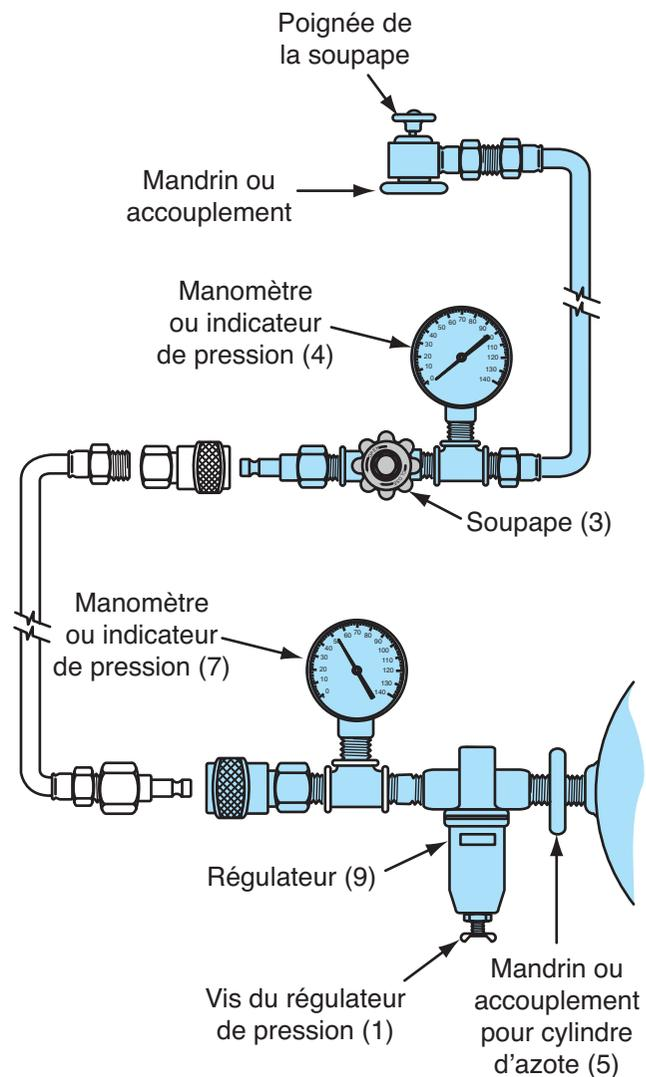

Figure 1-41 Matériel nécessaire pour la procédure de charge du système de freinage.
- Branchez le boyau approprié au cylindre d'azote à la soupape (3) (**figure 1-41**).
- Fermez la soupape (3) et ouvrez le cylindre d'azote. Réglez la vis (1) sur le régulateur (9) jusqu'à ce que la pression sur l'indicateur de pression (7) soit à la bonne pression de charge. *Note* : Compensez pour les variations de température ambiante.
- Ouvrez la soupape de l'accumulateur (3) et chargez l'accumulateur. Une fois la pression stabilisée dans l'accumulateur, fermez la soupape (3). La pression indiquée sur les indicateurs de pression (4) et (7) devrait être la même.
- Référez-vous à la figure 1-41 pour identifier l'équipement qui est nécessaire pour brancher le cylindre d'azote avec les indicateurs de pression et adaptateurs appropriés pour charger adéquatement l'accumulateur.
- Installez le mandrin (5) à la soupape de charge d'azote de l'accumulateur avec l'autre extrémité du boyau de charge à l'intérieur d'un récipient adéquat capable de retenir l'huile du côté de l'accumulateur contenant l'azote.
- Démarrez et faites tourner le moteur jusqu'à qu'il atteigne la température d'opération normale. Comme la soupape de charge remplit la section du bas de l'accumulateur, l'air et l'huile dans le haut de l'accumulateur seront forcés de sortir dans le récipient. Lorsque l'huile arrête de sortir du boyau, fermez la soupape (3) complètement.